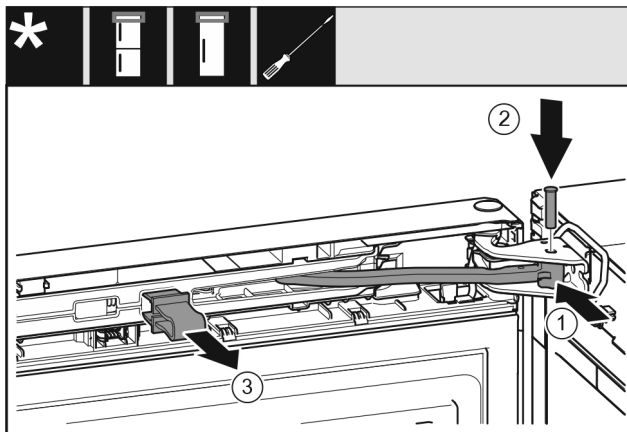

Fig. 25
- ▶ Forgassa a csapágybakba a csuklót Fig. 25 (1).
- ▶ Helyezze be a csapszeget Fig. 25 (2) a csapágybakba és a csuklóba. Közben ügyeljen arra, hogy a reteszelő bütyök megfelelően illeszkedjen a horonyba.
- ▶ Vegye le a biztosítékot Fig. 25 (3).